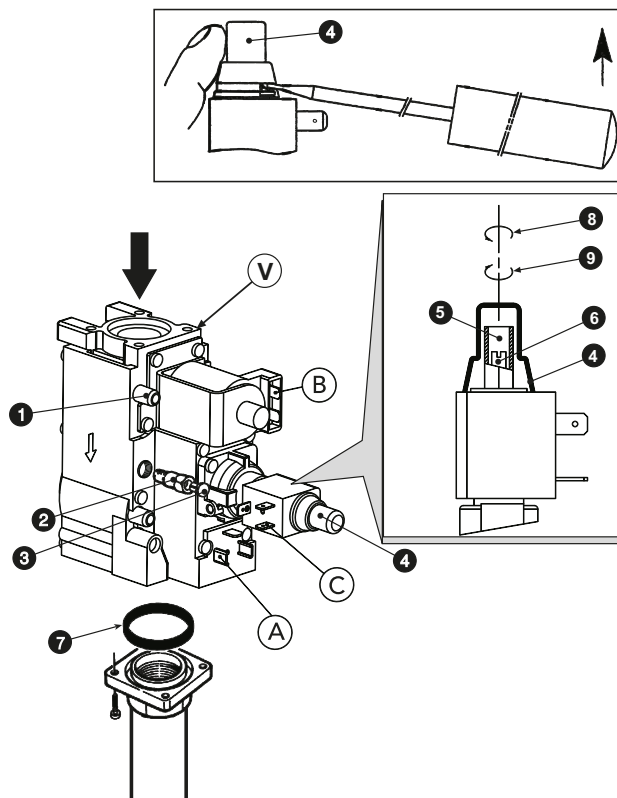

fig. 4 - Cambio de gas
La presión se debe ajustar, con la caldera en marcha, mediante el regulador de presión de las válvulas de gas de dos etapas (ver fig. 4).
3. Quitar la tapa de protección del regulador de presión 4 (fig. 4).
1. Girar lentamente el mando del termostato de regulación en sentido horario hasta percibir el primer clic; de esta manera, la válvula del gas se alimenta únicamente por las conexiones A y B (ver fig. 4).
2. Girar el tornillo 6 de la fig. 4 controlando que la presión sea la indicada en la tabla de datos técnicos del sec. 5.3.
1. Girar el mando del termostato de regulación hasta el valor máximo; la válvula del gas se alimentará por las conexiones A, B y C (ver fig. 4).
2. Girar el tornillo 5 de la fig. 4 controlando que la presión sea la indicada en la tabla de datos técnicos del sec. 5.3.
2. Quitar el tapón 3 (fig. 4) de la válvula del gas, enroscar en la válvula el regulador "STEP" de encendido 2, incluido en el kit de transformación, y colocar el tapón 3 en el regulador.
Efectuar las operaciones descritas precedentemente prestando atención en quitar el regulador "STEP" de encendido 2 de fig. 4 de la válvula gas; el tapón 3 de fig. 4 se ha de montar directamente en la válvula.